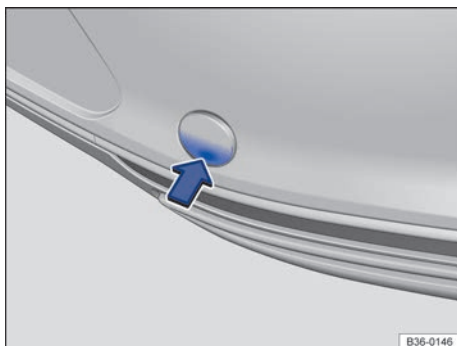

Fig. 245 En el lado derecho del paragolpes trasero: retirar la tapa.
- Presione sobre la zona inferior de la tapa → fig. 245 en el sentido de la flecha para desenscastrar esta.